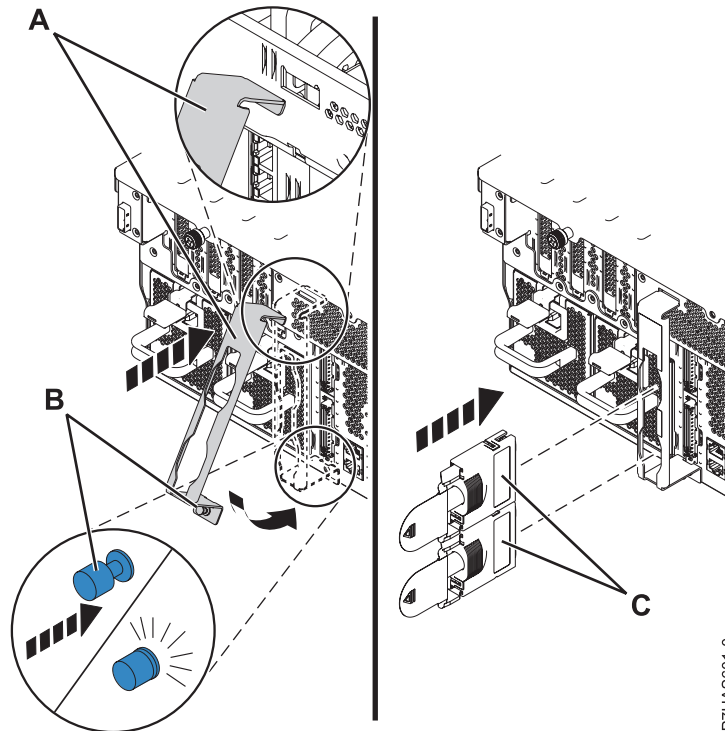

Abbildung 3. Kabelhalterung installieren
15. Wenn die Kabelhalterung (A) (siehe Abb. 3) bereitgestellt wird, führen Sie die folgenden Schritte aus:
- a. Drehen Sie die Kabelhalterung (A) (siehe Abb. 3), um die untere Haltezunge der Halterung in den Schlitz in der Baugruppe einzuhaken.
- b. Drehen Sie die Kabelhalterung zum Gehäuse hin und schieben Sie die Halterungsverriegelung (B) in die Gehäuseöffnung, um die Halterung zu befestigen.
- c. Schließen Sie an der Rückseite des Systems die Adapterkabel (C) an.